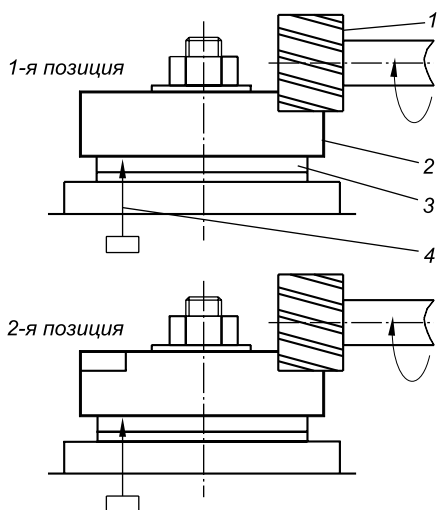

Рис. 1.3. Схема фрезерной обработки уступов заготовки:
*Установом* называют часть операции, которая выполняется при одном закреплении детали на станке. Одному установу могут соответствовать различные положения детали относительно станка. Каждое такое положение называется *позицией*. На рис. 1.3 показана схема позиционной обработки двух уступов заготовки при одном установе с помощью поворотного стола станка.